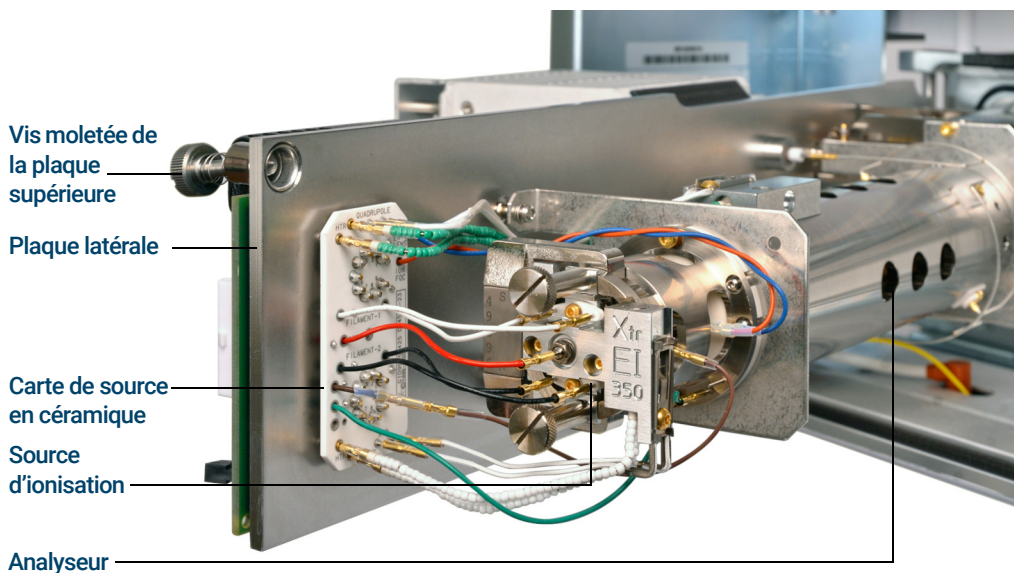

Figure 45. La chambre de l'analyseur pour un MSD de modèle Inert+
- 3 Desserrer les vis moletées du plateau latéral de l'analyseur si elles sont serrées. (Voir **Figure 45** page 166.)